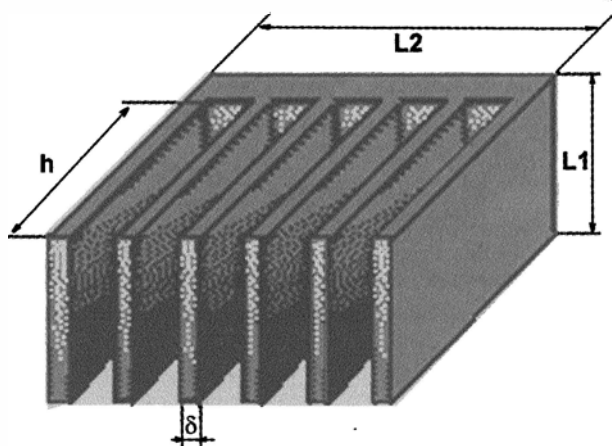

Рис. 9.14. Типичный пластинчатый радиатор
Как работает эта схема? Здесь переменный синусоидальный ток со вторичной обмотки трансформатора (II) подается на конструкцию из четырех диодов, которая называется *диодным мостом* и представляет собой простейший двухполупериодный выпрямитель (есть и другие способы двухполупериодного выпрямления — см. далее рис. 9.14 и пояснения к нему). В мосте могут быть использованы любые типы выпрямительных диодов, лишь бы их предельно допустимый ток был не меньше необходимого (для указанных на схеме диодов 1N4001 это 1 А), а предельно допустимое напряжение — не меньше половины амплитудного значения входного переменного напряжения (т. к. в данном случае это всего 7 В, то здесь этому требованию удовлетворяют вообще все выпрямительные диоды на свете). Такие мосты выпускаются уже в сборе, в одном корпусе, на котором иногда даже нарисовано, куда подключать переменное и откуда снимать постоянное напряжения. Их, конечно, тоже можно и нужно использовать.
Сначала посмотрим, как рассчитывать площадь радиаторов, исходя из их геометрии. На рис. 9.14 схематично показан типичный пластинчатый радиатор. Для расчета его площади нужно к площади его основания прибавить суммарную площадь его ребер (также с каждой стороны). Если нижней стороной радиатор прижимается к плате, то лучше считать рабочей только одну сторону основания, но мы предположим, что радиатор «висит в воздухе» (как часто и бывает) и поэтому площадь основания удваивается: $S_{\text{осн}} = 2 \cdot L_1 \cdot L_2$. Площадь одного ребра (тоже с двух сторон): $S_p = 2 \cdot L_1 \cdot h$, но к этой величине нужно еще прибавить боковые поверхности ребра, площадь которых равна $S_{\text{бок}} = 2 \cdot h \cdot \delta$. Ребер всего 6, поэтому общая площадь радиа-
Способ первый и наипростейший — площадь охлаждающего радиатора должна составлять 10 см^2 на каждый ватт выделяющейся мощности. Так что радиатор с приведенными на рис. 9.14 размерами, согласно этому правилу, может рассеять 14,5 Вт мощности — как раз под наш усилитель с некоторым запасом. И если вас не жмут размеры корпуса, то вы вполне можете ограничиться этим прикидочным расчетом.